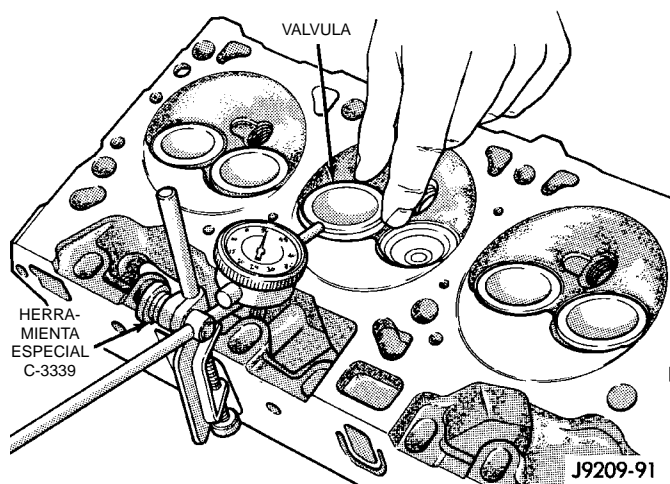

Fig. 51 Medición del desgaste de la guía de válvula
(2) Fije la Herramienta indicadora de cuadrante C-3339 en la culata de cilindros y colóquela en el ángulo derecho del vástago de válvula que desea medir (Fig. 51).
(3) Acerque y aleje la válvula del indicador. La lectura total del indicador de cuadrante no debe exceder los 0,432 mm (0,017 pulg.). Escarie las guías de válvula con vástagos de sobremedida si la lectura del indicador de cuadrante es excesiva o si los vástagos están rozados o rayados.